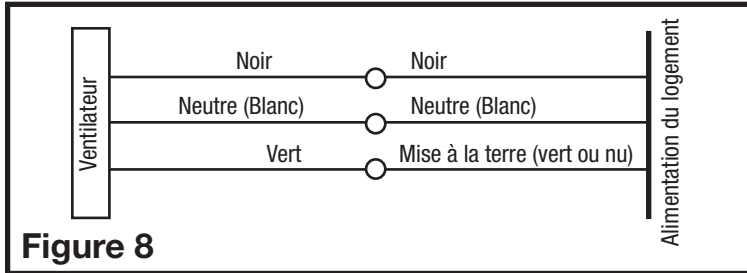

Figure 8
2. Tirez les fils noir, blanc et vert lâches à partir du compartiment de fil (des fils supplémentaires seront présents). Installez un connecteur électrique approuvé (non inclus) sur le couvercle du compartiment de câblage. Faites passer un fil noir (chaud), un fil blanc (neutre), et un fil vert ou nu de mise à la terre, de l'alimentation à travers le connecteur électrique. Connectez tous les fils de l'alimentation à leurs fils correspondants dans le compartiment de fil (Figure 8). Utilisez des méthodes approuvées pour toutes les connexions.